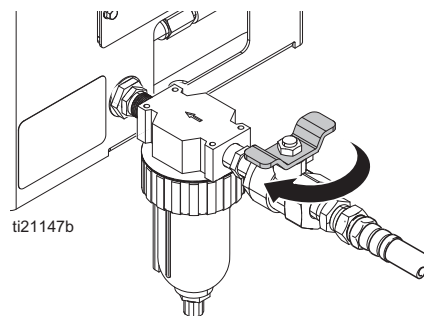

FIG. 13
20. Conecte una línea de suministro de aire con un mínimo de 3/8 pulg. al filtro de aire. Consulte FIG. 13.